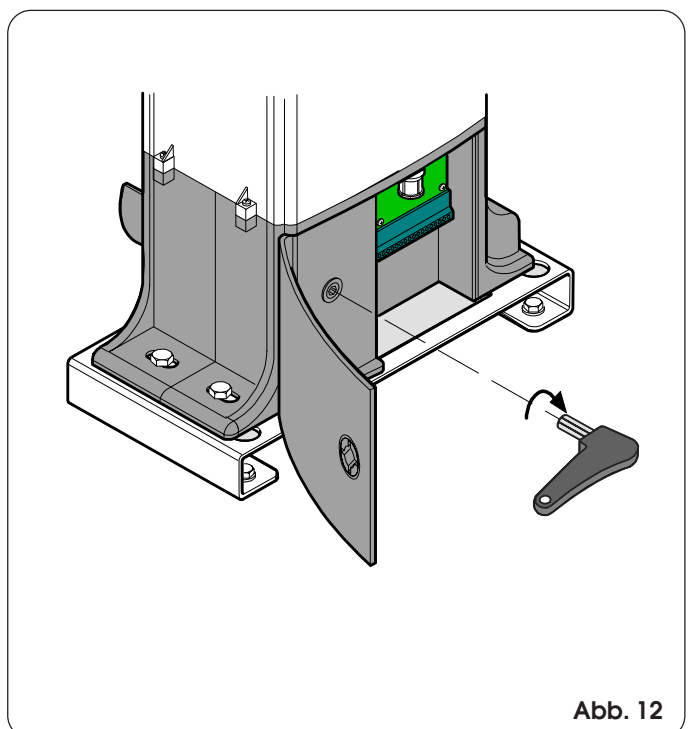

Abb. 12
- Den mitgelieferten Schlüssel, der hinter der Klappe untergebracht ist, herausnehmen. Den Schlüssel in das Entriegelungssystem stecken und im Uhrzeigersinn bis zum mechanischen Anschlag drehen (Abb. 12).